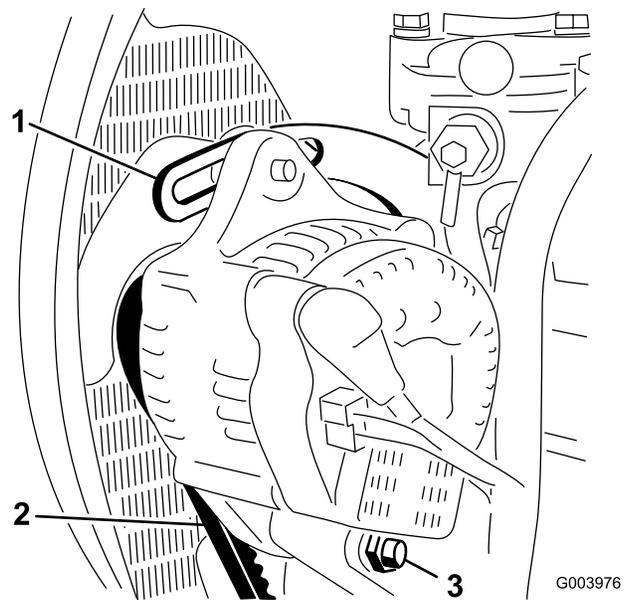

Figura 76
2. Compruebe la tensión de la correa del alternador flexionándola (Figura 76) en el punto intermedio entre las poleas del alternador y del cigüeñal con una fuerza de 10 kg.
3. Afloje el perno que fija el tirante al motor (Figura 76), el perno que fija el alternador al tirante y el perno de pivote.